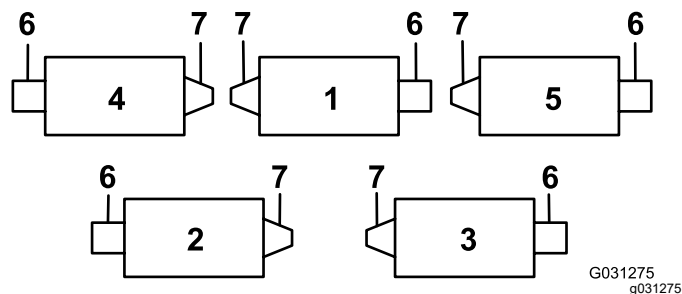
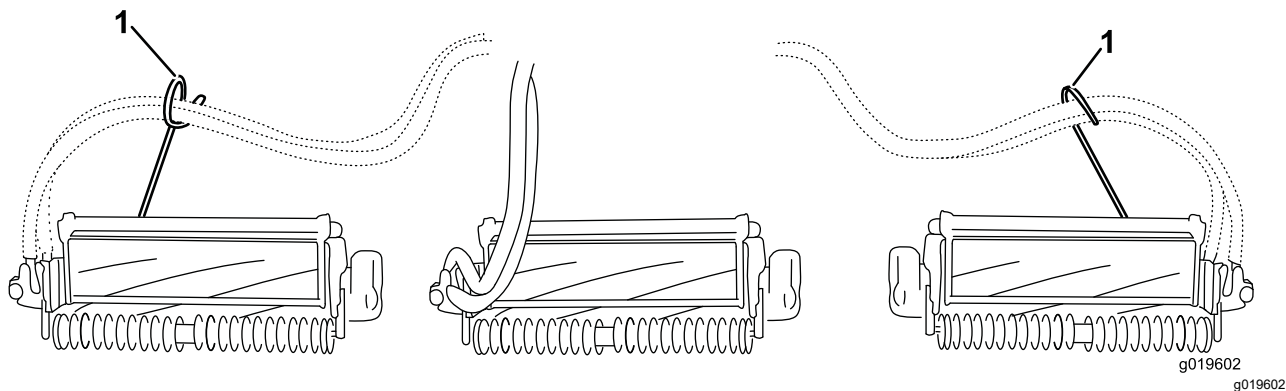
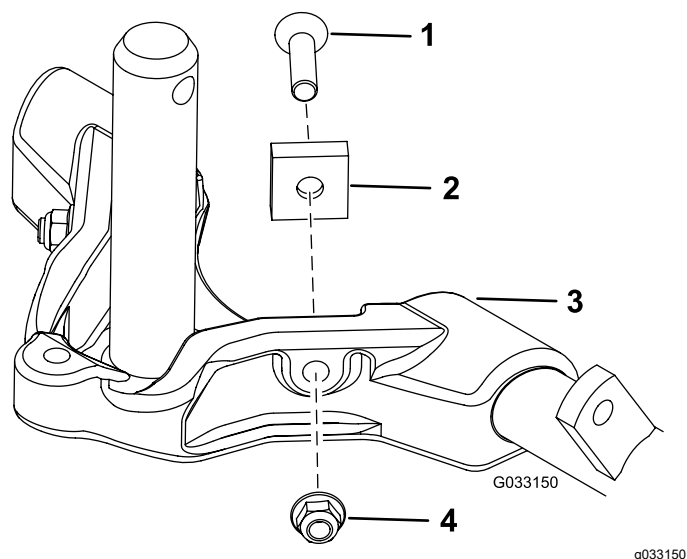

Figura 12
Figura 14
Figura 15
Importante: Na unidade de corte 4 (frontal esquerda) e na unidade de corte 5 (frontal direita), utilize as porcas de montagem do suporte da barra para instalar os guias de tubos na frente dos separadores da unidade de corte. Os guias de tubos devem inclinar para a unidade de corte central (Figura 12 a Figura 14).
7. Aumente a marcha das unidades de corte traseiras removendo os 2 espaçadores da articulação, parafusos de cabeça sextavada e porcas de bloqueio flangeadas (Figura 15) das estruturas de transporte das unidades de corte traseiras (unidades de corte 2 e 3); consulte Figura 12.